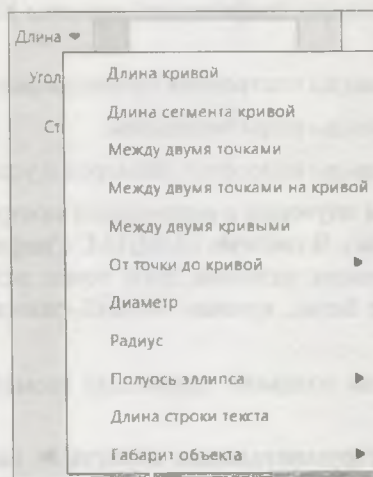

Рис. 5.2. Выпадающая панель окна **Длина**
- ◆ окно **Длина** с полем для ввода числового значения длины отрезка. При нажатии на кнопку (черный треугольник) слева от окна раскрывается панель с командами **геометрического калькулятора** (рис. 5.2). Работа геометрическим калькулятором описана в *уроке 8*;
Один из способов задания числовых параметров объектов — снятие значений параметров с уже существующих объектов. Для этого используется так называемый геометрический калькулятор. С его помощью можно, например, сделать угол наклона создаваемого отрезка равным углу наклона касательной. Команды геометрического калькулятора содержатся в меню полей ввода числовых параметров (см. рис. 5.2, 5.3). Набор команд зависит от типа объекта и типа параметра. Более подробно см. урок 8.